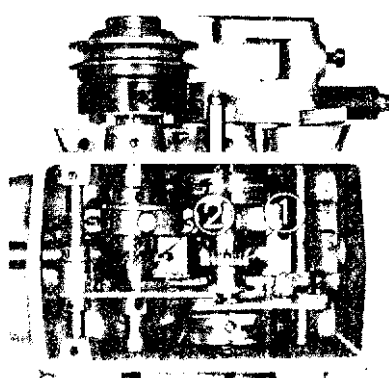
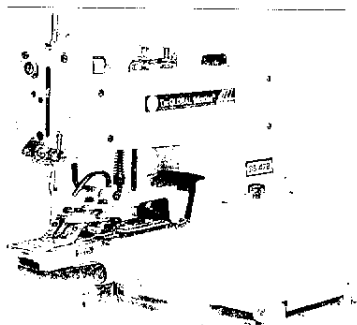

Fig. 4
Fig. 1
5. LUBRIFICATION - FIG. 1, 2, 3 & 4
ENSUITE, DESSERER LES VIS DE LIAISON TETE/BRAS (1) FIG. 1 ET APRES AVOIR BASCULE LA MACHINE COMME INDIGUE FIG. 4, VOUS POUVEZ VOIR LE SYSTEME D'ENGRENAGES (1) ET (2). GRAISSER LES DEUX. VERIFIER PERIODIQUEMENT SI L'HUILE APPARAIT A LA SURFACE DU FEUTRE A L'INTERIEUR DE L'EMBASE, SI NON RECOMPLETER.